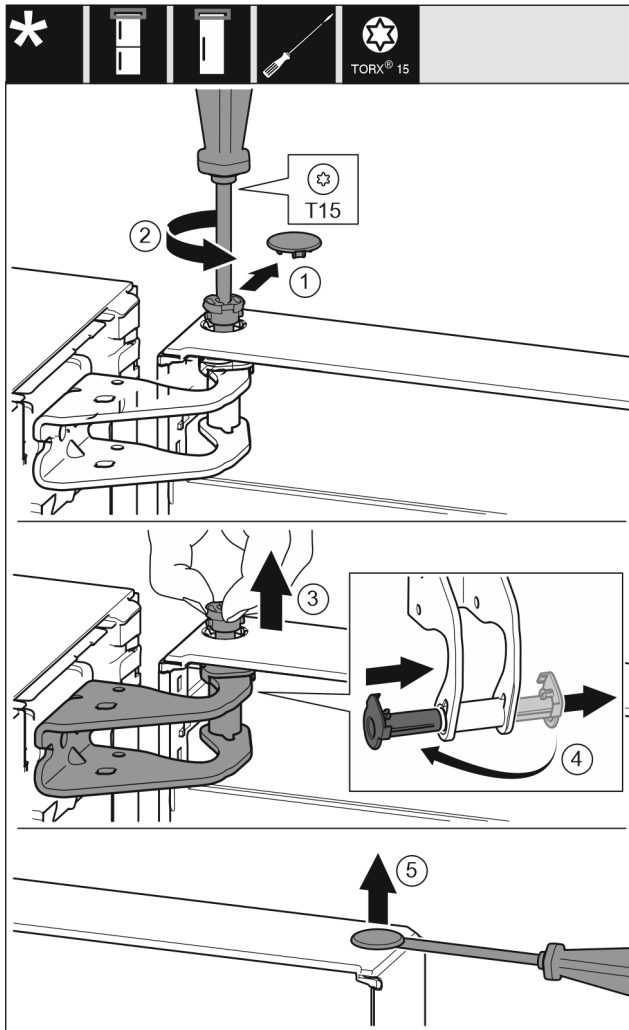

Fig. 9
- ▶ Atsargiai nutraukite apsauginę dengiamąją plokštelę. Fig. 9 (1)
- ▶ Šiek tiek išsukite varžtus atsuktuvu T15. Fig. 9 (2)
- ▶ Tvirtai laikykite duris ir ištraukite varžtą pirštais. Fig. 9 (3)
- ▶ Ištraukite guolio įvorę iš kreipiamosios. Įstatykite iš kitos pusės ir užfiksuokite. Fig. 9 (4)
- ▶ Kaištį atsargiai pakelkite išdrožiniu atsuktuvu iš durų guolio įvorės ir jį ištraukite. Fig. 9 (5)